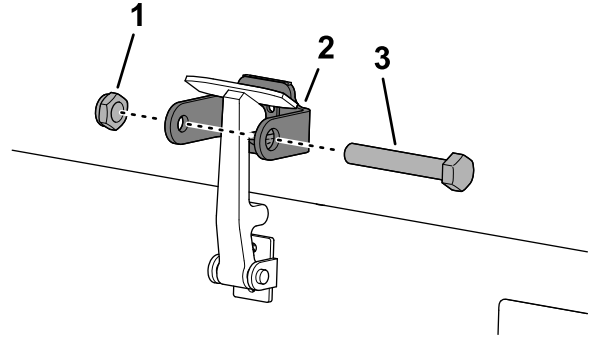

图 20
7. 将螺栓拧入机罩门锁支架的另一个臂直至将门锁锁定位 (图 20)。